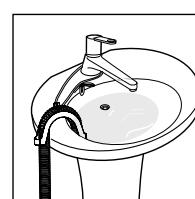

Figura 12
3.4.6 Pentru scurgere apei direct în chiuvetă sau în baie furtunul mașinei trebuie să fie asigurat cu un suport de inflexiune special inclus în pachet, aşa cum se arată în Figura 12. Furtunul nu trebuie scufundat în apă.